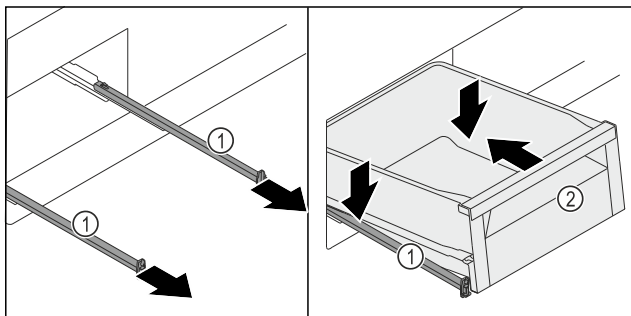

Fig. 259
- ▶ Trekk ut skinnene Fig. 259 (1).
- ▶ Hold godt fast i skinnene Fig. 259 (1) og plasser skuffen Fig. 259 (2) skrått ovenfra på skinnene Fig. 259 (1).
- ▶ Skyv skuffen Fig. 259 (2) bakover på skinnene Fig. 259 (1) så langt den kommer.